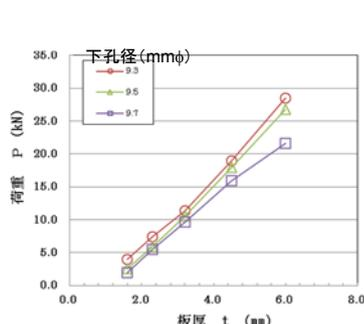

図3 引張強度: 板厚と最大荷重
- **引張強度**: 板厚が厚くなるにつれて最大荷重は大きく増大し、下孔径が小さくなるにつれて最大荷重が増加(図3)